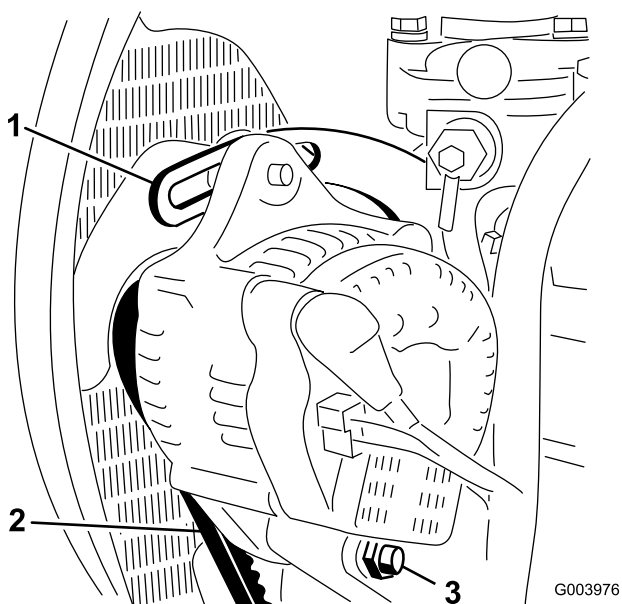

Bild 55
2. Prüfen Sie die Spannung des Lichtmaschinenriemens, indem Sie eine Kraft von 10 kg in der Mitte zwischen der Lichtmaschine und den Riemenscheiben der Kurbelwelle ansetzen (Bild 55).
3. Lockern Sie die Schrauben, mit denen der Bügel am Motor befestigt ist sowie die Schraube, mit der die Lichtmaschine an der Strebe befestigt ist (Bild 55).